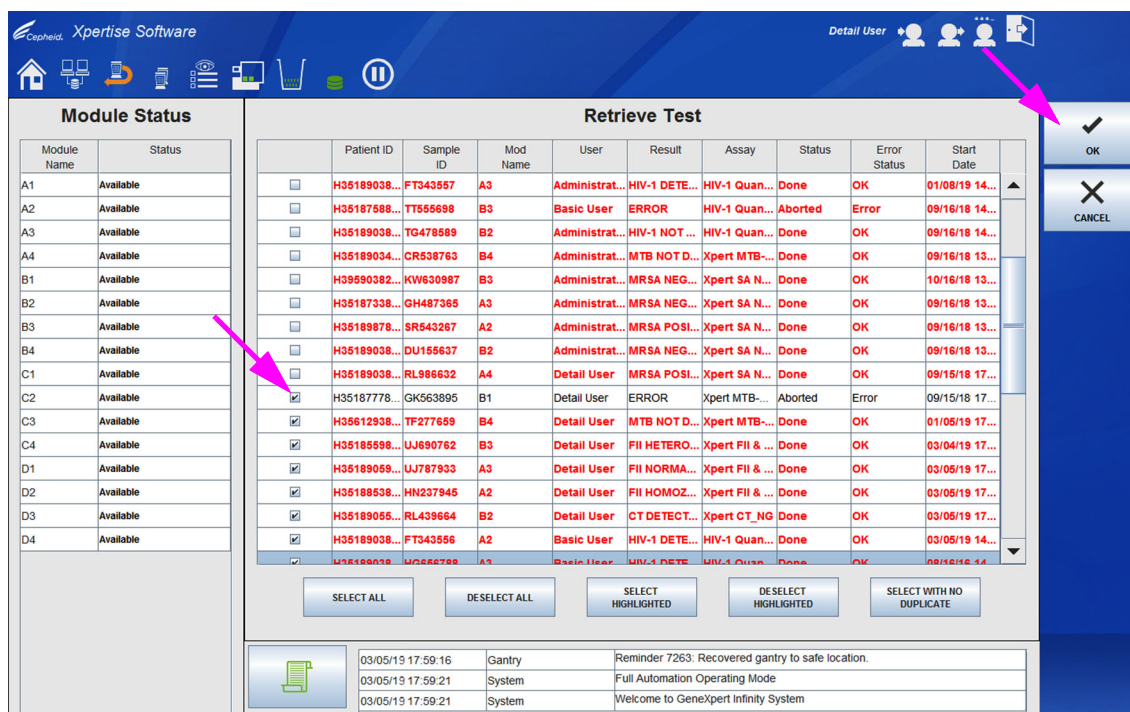
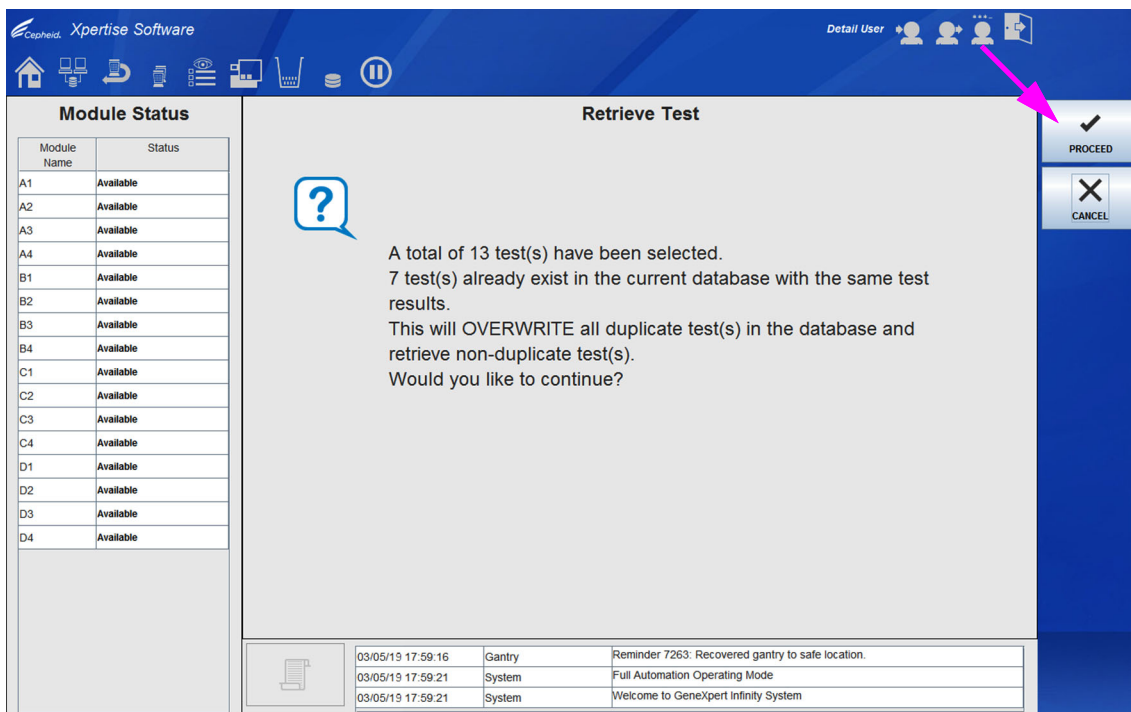

図 5-141. テストの検索ワークスペース、選択するテストを表示
図 5-142. テストの検索ワークスペース、確認
3. ファイルを選択し、**開く (OPEN)** ボタンを選択します (図 5-140 を参照)。そのアーカイブファイル内のテストの表が表示されます。アーカイブファイル内のテストがデータベースにすでに存在する場合、それらは赤色のテキストで表示されます。図 5-141 を参照。
4. 検索したい各テストの横にあるチェックボックスを選択します。図 5-141 を参照。個々のテストを 1 つずつ選択することも、テストの検索 (Retrieve Test) ワークスペースの下部にある以下のボタンのいずれかを使って、多数のテストを選択することもできます：
5. **OK** ボタンを選択します (図 5-141 を参照)。確認メッセージが表示されません。図 5-142 を参照。